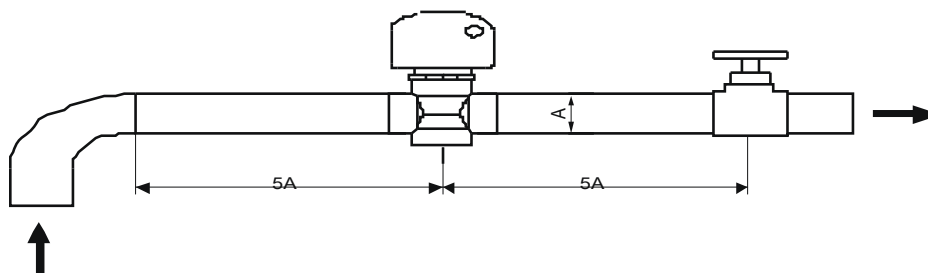

Figura 8
- Il flussostato deve essere installato su una tubazione dritta e deve esserci più di cinque volte la lunghezza del diametro del tubo su entrambi i lati del flussostato (vedere la Figura 8 di seguito). La direzione del fluido deve seguire la freccia sul controller. La morsetteria deve essere installata in una posizione di facile utilizzo.